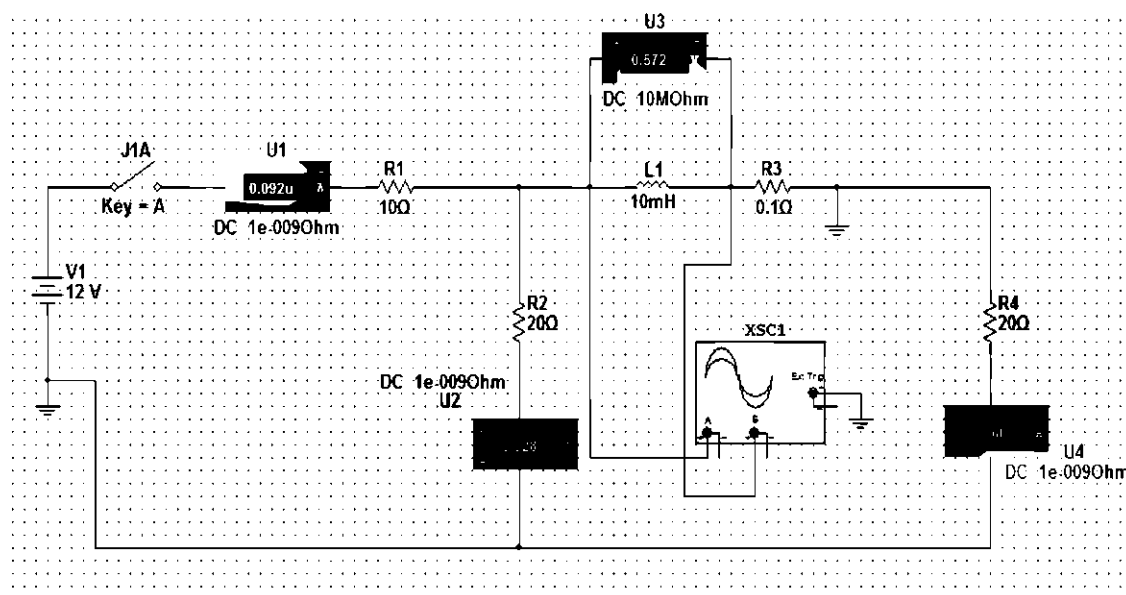

Рис. 7.2.
2. На рабочем поле экрана собрать электрическую схему цепи (рис. 7.2).